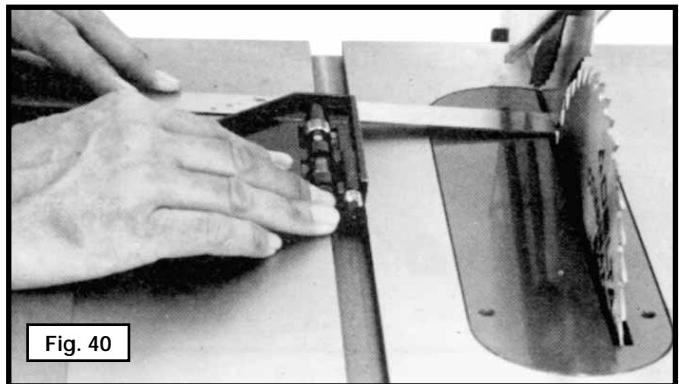

Fig. 40
2. Tourner la lame de la scie de sorte que la même dent, utilisée à l'ÉTAPE 2, soit à l'arrière (fig. 40). Les mesures avant et arrière devraient correspondre.